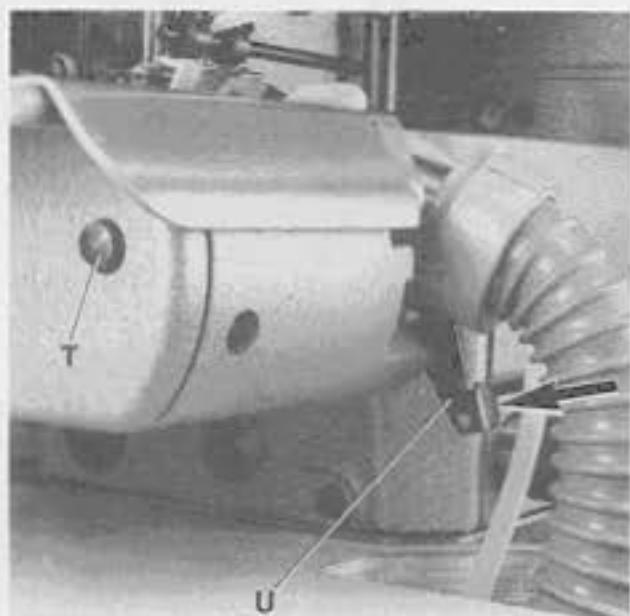

Fig.54
Press lever (U, Fig. 54) in direction of the arrow as far as it will go. Then press slightly the push button (T) on the front of the cylinder. Now release lever (U) so it will move very slowly against the direction of the arrow until the slightly pressed push button (T) engages. This locks the upper knife in its lowest position and the fabric undertrimmer is disengaged. A short tip on lever (U) engages the trimmer again.
Drücken Sie den Hebel (U, Fig. 54) in Pfeilrichtung bis zum Anschlag. Dann drücken Sie leicht auf den Druckknopf (T) an der Stirnseite des Zylinders. Nun lassen Sie den Hebel (U, Fig. 54) los, so daß er sich ganz langsam entgegen der Pfeilrichtung bewegt bis der leicht gedrückte Knopf (T) einrastet. Das Obermesser wird dadurch in einer unteren Stellung festgehalten und der Stoffkantenunterschneider ist ausgeschaltet. Kurzes Antippen des Hebels (U) schaltet den Kantschneider wieder an.